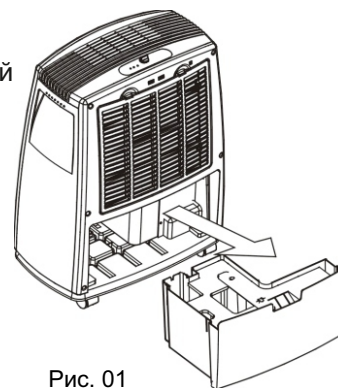

Рис. 01
1. Извлеките дренажный бак, как показано на рис. 01, и слейте воду.